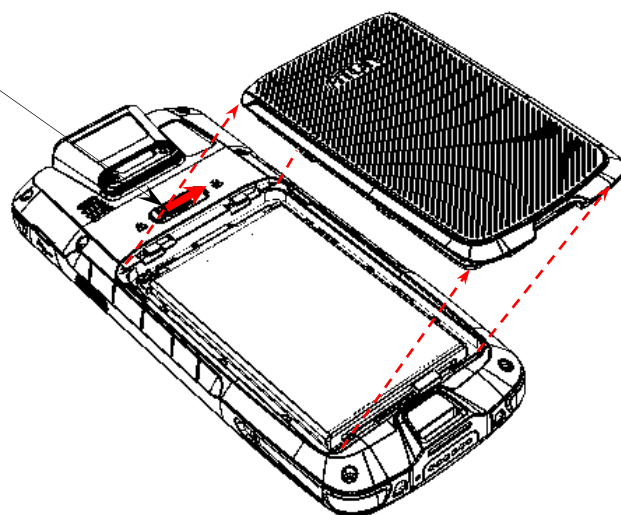

Рисунок 5. Отделение крышки отсека для АКБ от корпуса
- В включенном состоянии ТСД снять крышку отсека АКБ (см. рисунок 5), при этом сработает датчик открытия крышки АКБ и устройство автоматически перейдет в режим энергосбережения.